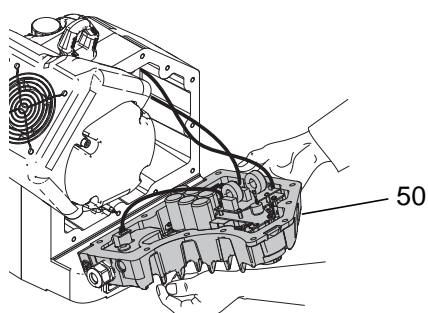

FIG. 21: Incline la tapa del sistema electrónico
4. Inclíne con cuidado la tapa del sistema electrónico (50) hacia abajo. Vea FIG. 21, página 15.